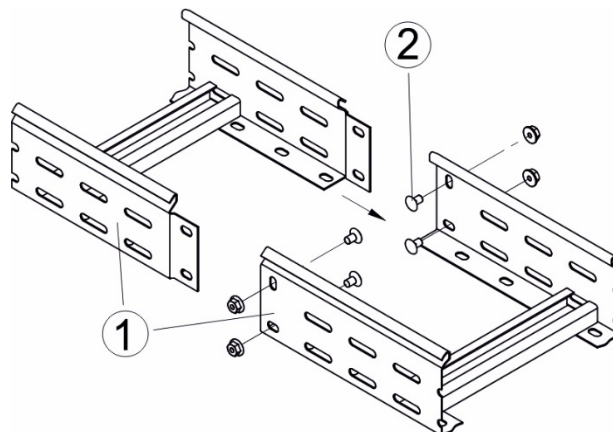

Рисунок 30
7.1.1 Произвести телескопическое соединение лотков позиция 1 (рисунок 30).